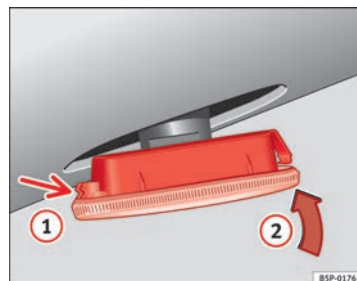

Fig. 194 Intermitente lateral
- Coloque el intermitente en primer lugar en el orificio de la carrocería, encajando las pestañas ⇒ fig. 194, flecha ①.
- Encaje la lámpara como indica la flecha ② ⇒ fig. 194.